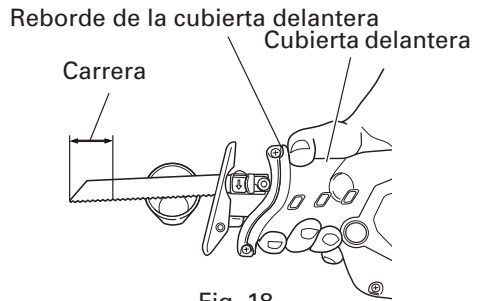

Fig. 18
- Seleccione una hoja de sierra del largo más apropiado. Lo ideal sería que el largo que sobresale de la base de la hoja de sierra después de restar la carrera sea mayor que el del material (consulte las Fig. 18 y 19).